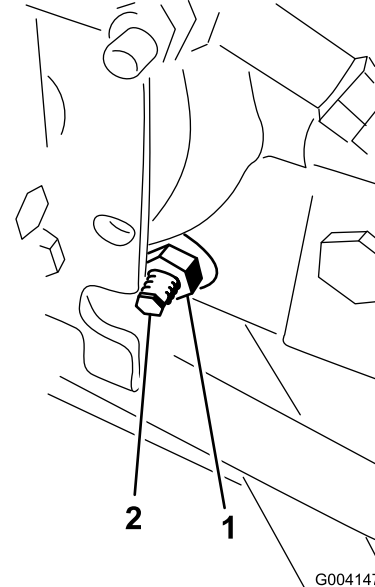

Bild 62
3. Lösen Sie rechts am Hydrostat die Sicherungsmutter an der Fahrtrieb-Einstellnocke (**Bild 62**).